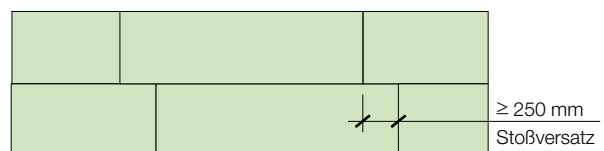

Abb. 3 Stoßversatz bei der Verlegung von ISOLAIR, PAVAWALL-GF und PAVAWALL-BLOC (Großformat)
- Der Stoßversatz bei der Verlegung der Platten muss ≥ 25 cm sein (Abb. 3). Bei PAVAWALL-BLOC (Kleinformat 40 x 60 cm) kann der vertikale Stoßversatz auf ≥ 20 cm verringert werden.